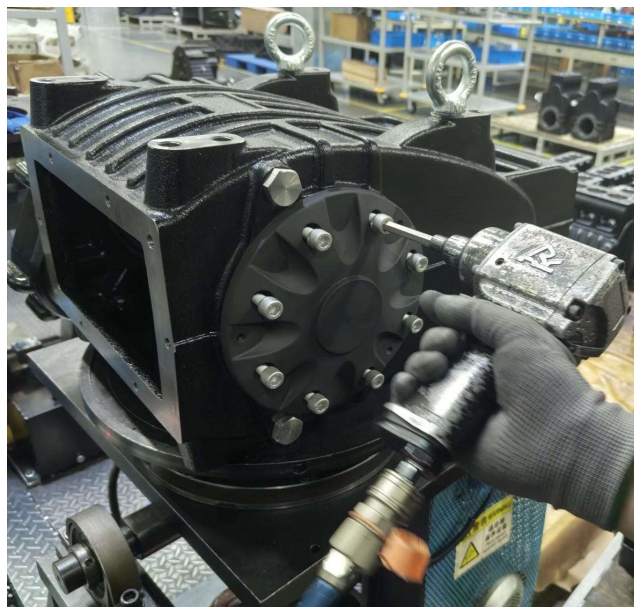

Рис. 15. Демонтаж боковой крышки
4. **Фланец выходного вала и боковая крышка.** С помощью ключа-шестигранника на 8 мм выверните восемь винтов М10×30 с внутренним шестигранником, крепящих боковую крышку, после чего снимите боковую крышку (рис. 15). В соответствии с указанной выше методикой одновременно и параллельно снимите фланец выходного вала.